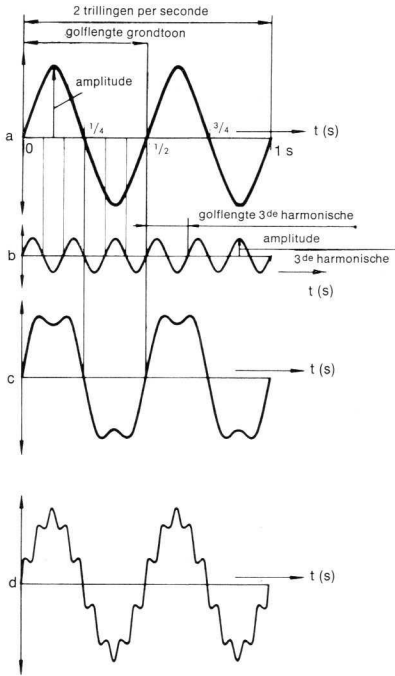

Fig. 13: Grond- en boventonen (harmonischen)
- Frequentie** Aantal →trillingen per seconde (eenheid →Hertz = 1/s). Eén trilling per seconde = 1 Hertz (Hz); 1000 Hz = 1 kHz (kilo-Hertz); 1 000 000 Hz = 1 MHz (Mega-Hertz). Bij luchttrillingen, dus →tonen of →klanken, interpreteert het gehoor weinig trillingen per seconde als lage toon en véél trillingen per seconde als hoge toon (→toonfrequentie en →fig. 13, blz. 32)!
- Frequentie-modulatie** De frequentie van een hoogfrequente draaggolf, waarvan de →amplitude constant is, wordt in het ritme van een laagfrequente trilling (symmetrisch) veranderd (b.v. UKW-zender). Bij de opname van frequenties van slechts enkele →Hz op →geo-band en op →instrumentatieband wordt de frequentie-modulatie (FM) toegepast, om de zeer lage trillingen in
De grondtrilling ( $\rightarrow$ trilling) bepaalt de toonhoogte (hoog aantal trillingen per seconde = hoge toon, laag aantal trillingen per seconde = lage toon). Naast de grondtoon kunnen nog boventonen of  $\rightarrow$ harmonischen optreden, die de  $\rightarrow$ klank bepalen,  $\rightarrow$ fig. 13, blz. 32.